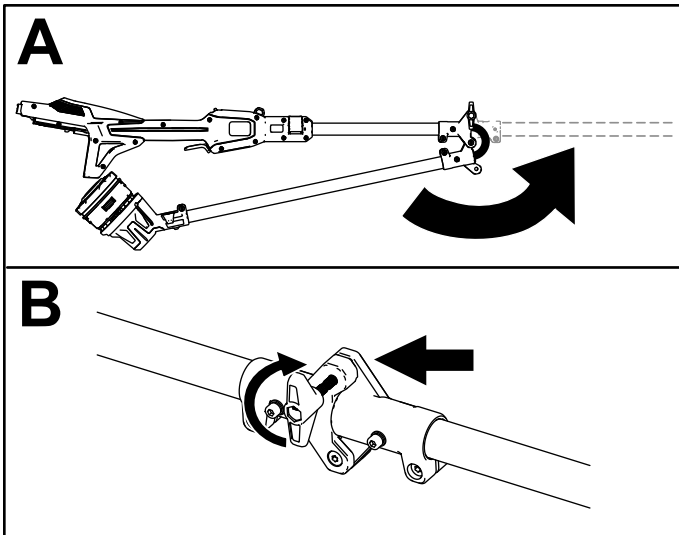

図 3
1. シャフトを展開する 図 3 のA。
2. コネクタノブ 図 3 のBを使って、シャフトをカプラに固定します。